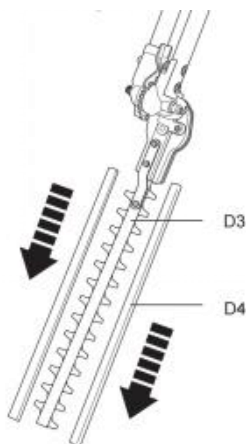

Fig. 23
1) Rimuovere i coprilama (D4) dalla lama (D3) prima dell'uso (Fig. 23).